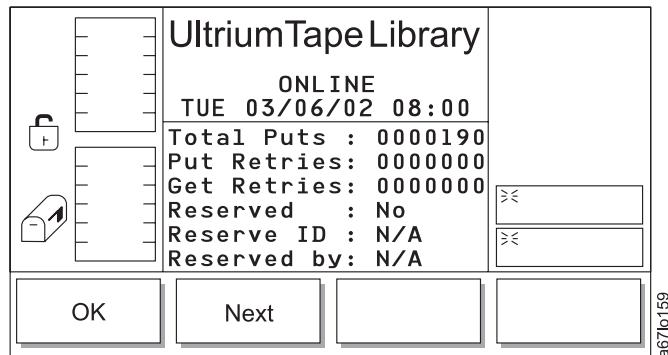

Abbildung 90. Informationen über Holen/Ablegen
- Wird **Next** ausgewählt, erscheint der Dialog mit Informationen über Holen/Ablegen (siehe Abb. 90).
Tabelle 39. Übersetzung von Abb. 90 auf Seite 112, Informationen über Holen/Ablegen